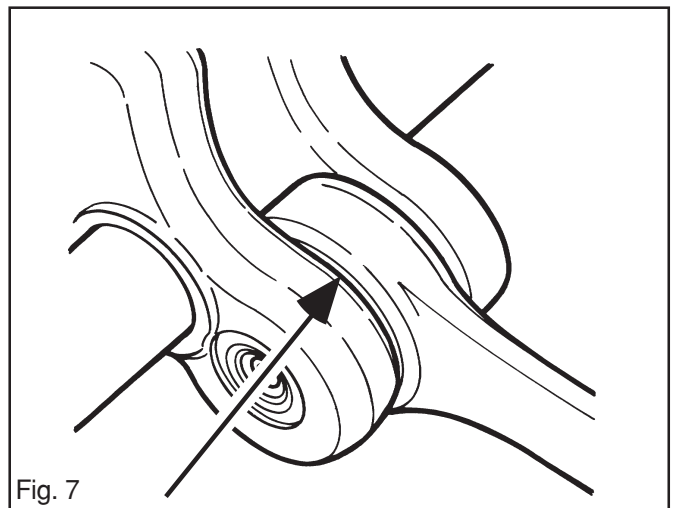

Fig. 7
2. Le palier de la bielle ne doit présenter ni marques de coupure ni décoloration sur les côtés. Voir la fig. 7.